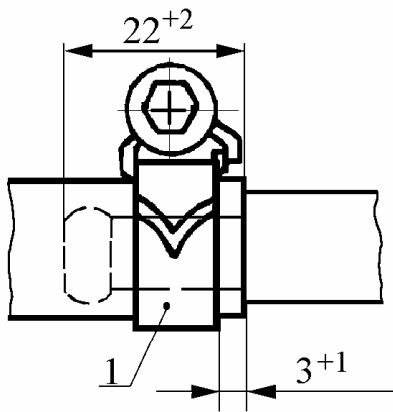

Рис.44. Установка хомутов:
Хомуты установить, как показано на рис. 44
4) расстояние от хомута до торца шланга должно быть в пределах от 3 до 4 мм (см. рис. 44)